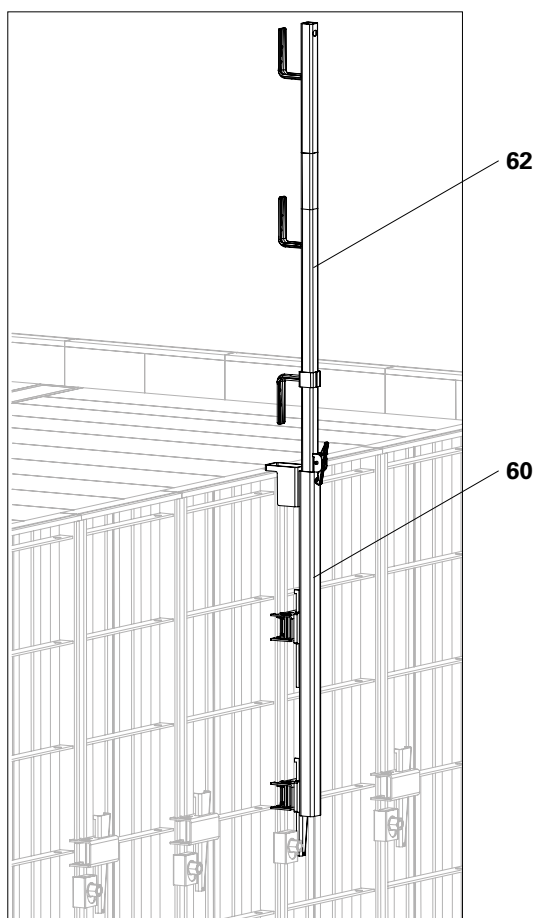

Fig. B9.01
1. Posizionare il fincorsa superiore del supporto parapetto UNO Plus (60) sul bordo superiore del telaio per parete UNO Plus. (Fig. B9.01)